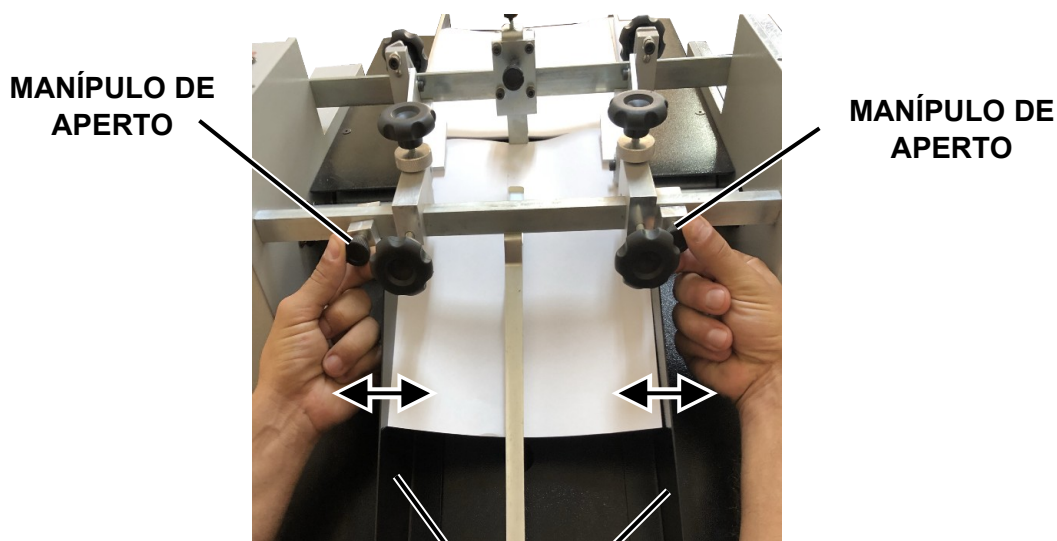

Figura 15
4.6 – Ajuste dos Encostos Laterais: faça o ajuste do encosto lateral (direito e esquerdo) na parte traseira do equipamento de acordo com as dimensões do material a ser utilizado. Sempre deixe uma pequena folga em ambos os lados de forma que o material não enrosque na saída da operação. Após regulada a posição, utilize os manípulos de aperto para travar os encostos de acordo com a Figura 15 abaixo.